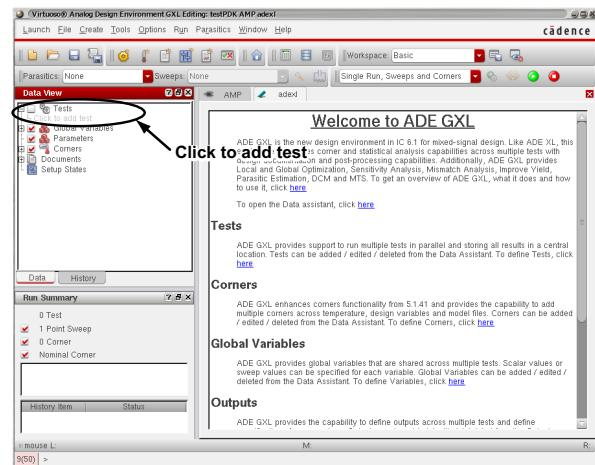

図 84: ADE GXL 新規ウィンドウ
1. アンプを設計した回路図エディタのメニュー左上から Launch > ADE GXL と実行する。立ち上がる小さいウィンドウで Create New View を選択し、OK とする。次に起動するウィンドウで Cell が AMP、View が adexl、Type も adexl となっていることを確認してさらに OK とすると、図 84 に示すウィンドウが起動する。このウィンドウ上で以後の作業を行う。
2. 図 84 中に示すように、左端に出ている Data View の小窓の一番上に Tests という項目があるので、その先頭についている + マークをクリックして展開し、薄字の Click to add test をクリックする。Choosing Design というウィンドウが一番上に立ち上がる所以、今最適化の対称となっている AMP を選択して OK とする。